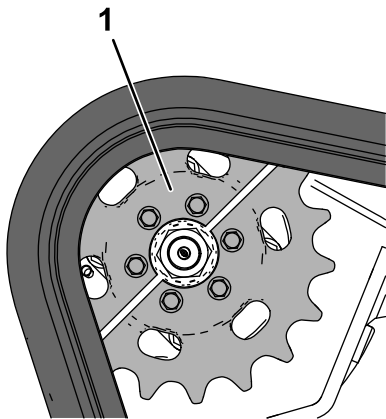

Figura 60
2. Estacione a máquina numa superfície nivelada, assegurando que apenas uma metade da roda motora está engatada na lagarta (Figura 60).